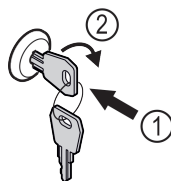

Fig. 206
- ▶ Włożyć kluczyk. Fig. 206 (1)
- ▶ Przekręcić kluczyk o 90° w prawo. Fig. 206 (2)